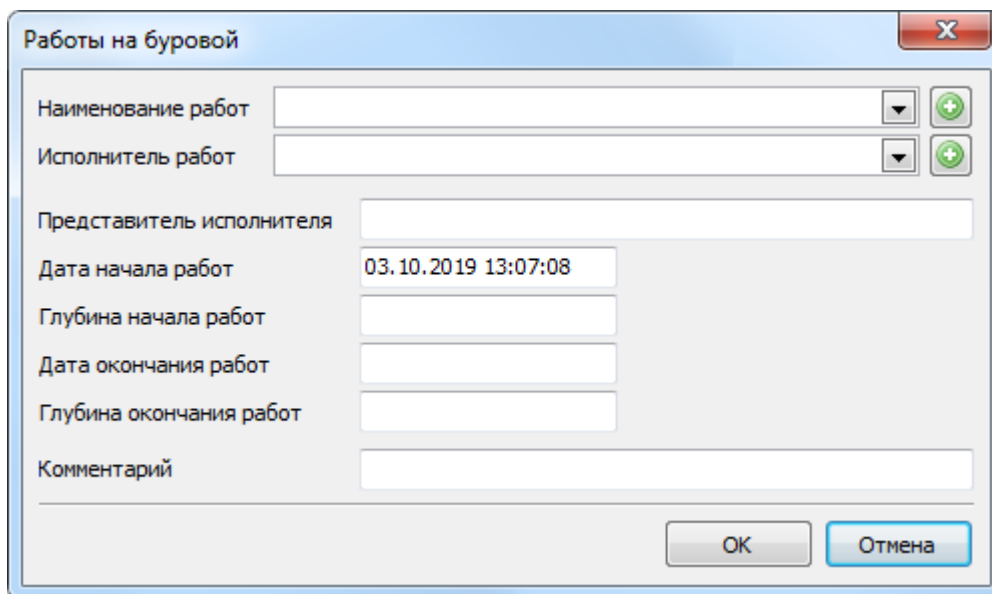

Рисунок 279. Диалог "Работы на буровой"
При редактировании записи журнала работа происходит в диалоге **"Работы на буровой"** (Рис. 279).
3. В появившемся диалоге, аналогичном диалогу при добавлении новой записи (Рис. 279), измените необходимые данные.